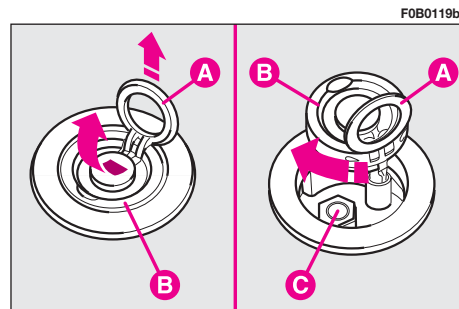

fig. 4
8) Ouvrir le hayon puis, à l'aide de l'anneau **A**-fig. 4, soulever et tourner le bouchon **B** pour repérer le boulon **C** de fixation support roue de secours.